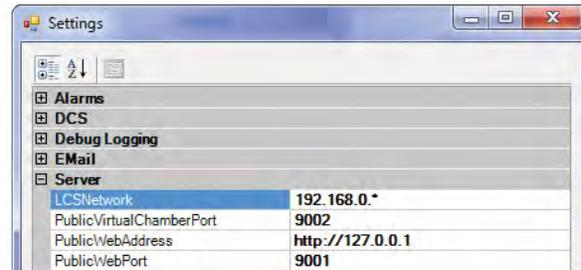

Figure 6.29 : Paramètres de serveur
- Le paramètre « PublicWebAddress » (adresse Web d'accès public) apparaît dans les courriels d'alerte que CM envoie aux abonnés de la messagerie électronique. En se rendant sur la page où conduit cette adresse, les utilisateurs peuvent prendre connaissance de l'état de la chambre. L'adresse est spécifique à chaque installation puisqu'elle est établie généralement à partir de l'adresse réseau du bâtiment. Le système CM est livré avec la « PublicWebAddress » (fig 6.29). Le département des TI a la responsabilité de fournir l'adresse du réseau du bâtiment.
- Entrez cette adresse dans le paramètre de serveur « PublicWebAddress » (adresse Web d'accès public) illustré à la figure 6.29.